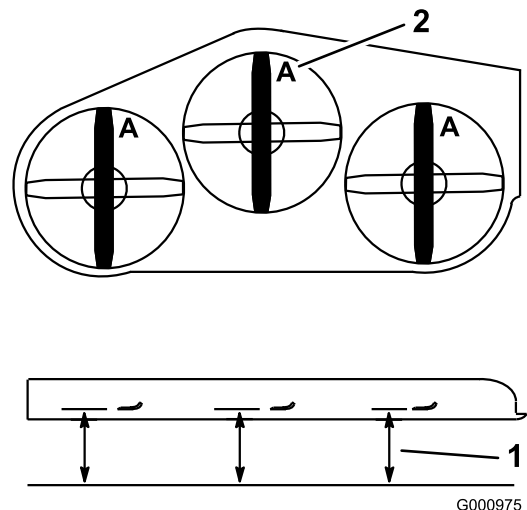

Figura 112
2. Mida desde una superficie nivelada hasta el filo de corte, posición **A**, de las cuchillas (Figura 112).